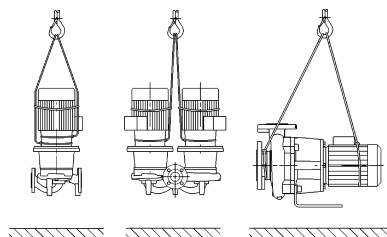

Fig. 7 : 运输水泵
- 电机上的运输吊环在这里只用于受力时的穿引皮带（Fig. 7）。